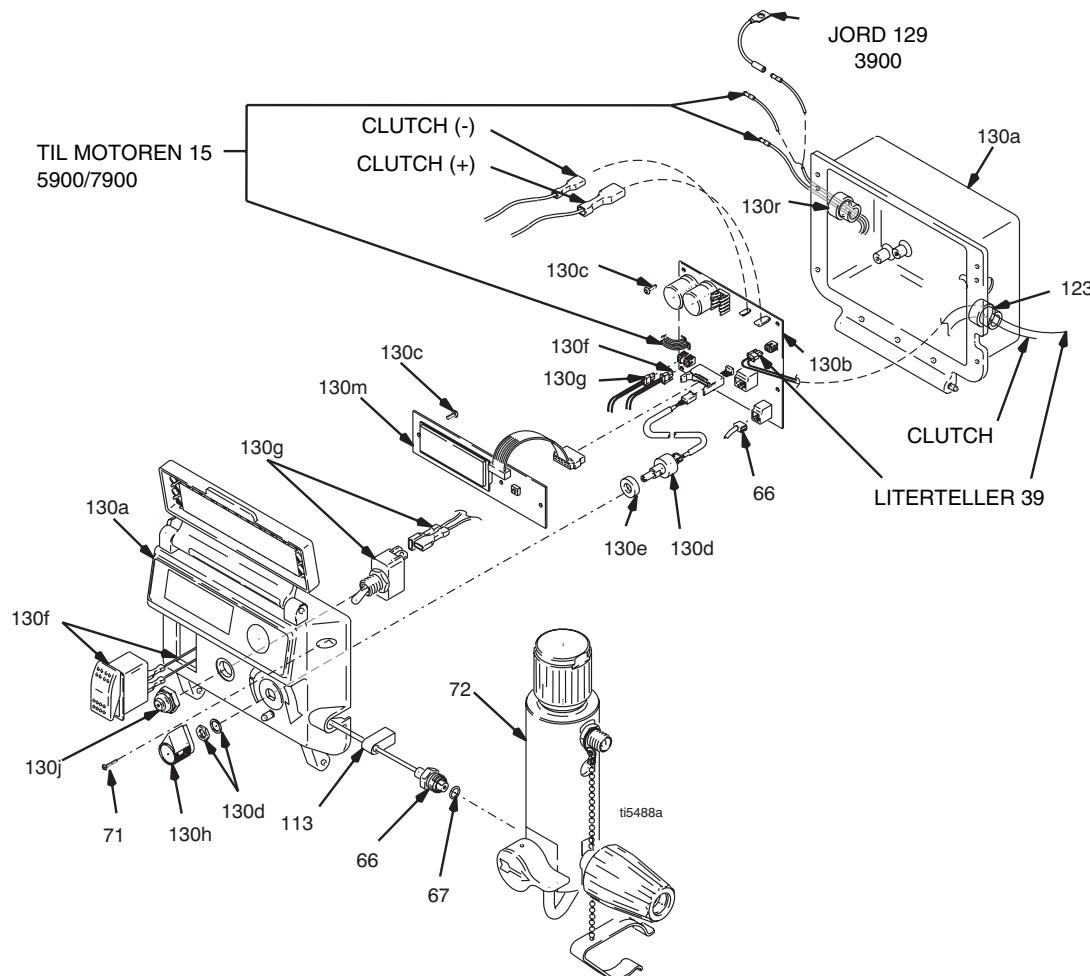

FIG. 14
- FIG. 14. Monter clutchkabelkoplingene på innersiden av trykkreguleringen.
1. Fig. 14. Fjern to skruer (71) og sving dekslet (130a) ned.
1. FIG. 14. Ta ut to skruer (71) og sving dekslet (130a) ned.
- Ledningen fra transduseren (66)
- Ledningen fra litertellersensoren (39)
1. FIG. 14. Monter styrekortet (130b) med fire skruer (130c).
1. FIG. 14. Fjern to skruer (71) og sving dekslet (130a) ned.
2. Kople transduserledningen (66) fra styrekortet (130b).
3. Trekk transduserkoplingen gjennom gummimaljen (113).
4. Fjern trykkreguleringspotensiometeren (66) og o-ringene (67) fra filterhuset (72)
1. FIG. 14. Sett o-pakkningen (67) og trykkreguleringspotensiometeren (66) i filterhuset (72). Trekk til med et moment på 35–45 ft-lb.
3. Kople transduserledningen (66) på styrekortet (130b).
4. Sving dekslet opp (130a) og fest det med to skruer (71).
2. FIG. 14. Monter potensiometeret, akselmutteren, låseskiven og potensiometerknotten (130h).